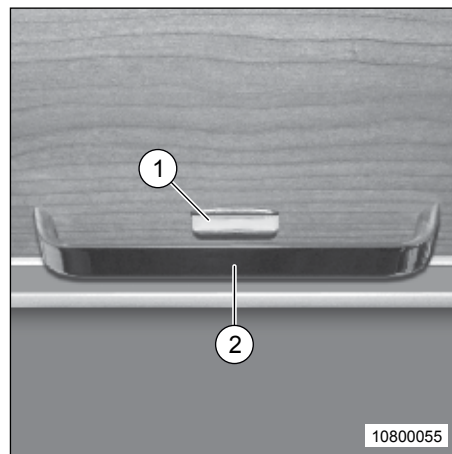

Fig. 79 Fermeture à poignée
1. Pousser le levier (Fig. 79, Pos. 1) derrière la poignée (Fig. 79, Pos. 2) vers le bas et ouvrir la fermeture à clapet.
2. Saisir la poignée (Fig. 79, Pos. 2) pour ouvrir la porte du meuble.